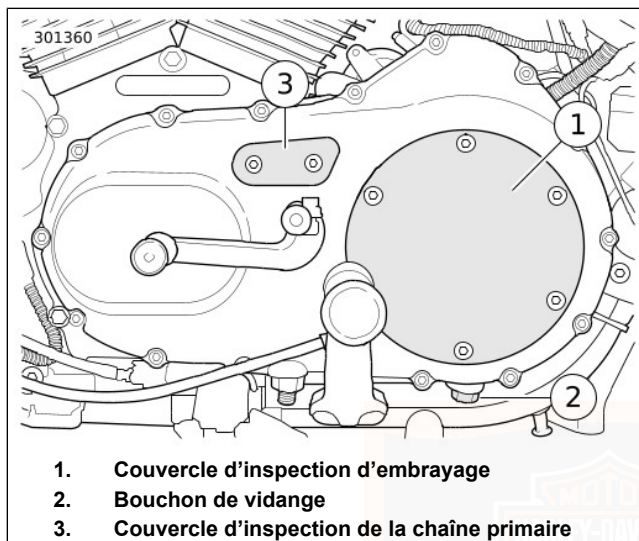

Figure 31. Couvercle primaire : modèles Sportster 2007
3. Voir la Figure 31. Retirer les vis avec les rondelles du couvercle d'inspection d'embrayage (1). Déposer le couvercle d'inspection d'embrayage du couvercle primaire. Prendre soin de ne pas endommager ou de déloger le joint Quad Ring dans le couvercle primaire.
3. Voir la Figure 31. Placer un récipient approprié sous le bouchon de vidange (2) de la transmission.
7. Voir la Figure 31. Retirer les vis avec les rondelles du couvercle d'inspection d'embrayage (1). Déposer le couvercle d'inspection d'embrayage du couvercle primaire. Prendre soin de ne pas endommager ou de déloger le joint Quad Ring dans le couvercle primaire.
2. Voir la Figure 31. Enlever les deux vis hexagonales à tête creuse qui fixent le couvercle d'inspection de la chaîne primaire (3).